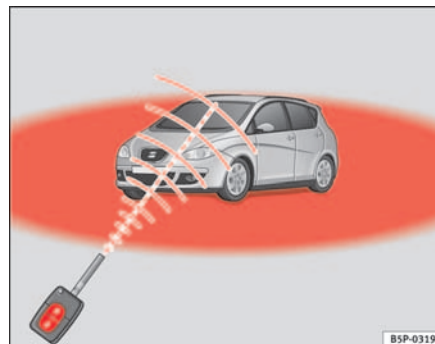

Fig. 65 Radio de acción del mando a distancia por radiofrecuencia
- El mando a distancia por radiofrecuencia funciona únicamente dentro de su radio de acción ⇒ **página 106, fig. 65** (zona roja).